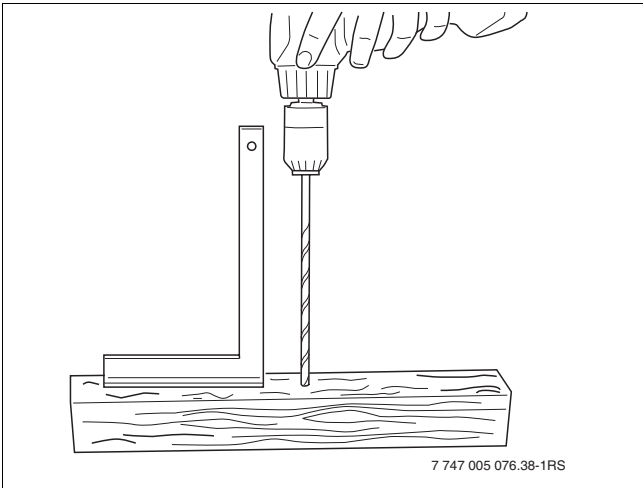

Fig. 36 Elaborar una plantilla para taladrar
Con la broca para madera, taladrar exactamente en un ángulo de 90° a través de la construcción inferior del tejado para obtener posteriormente una superficie plana de colocación entre el caballete de soporte y el perfil. Para ello es conveniente elaborar una guía o plantilla para taladrar. Tomar una madera escuadrada de aprox. 0,50 - 1,00 m. Taladrar un agujero pasante (Ø 6 mm) vertical en la madera escuadrada (→ Fig. 36).
- Determinar la longitud de la broca necesaria según el siguiente cálculo (→ Fig. 36):